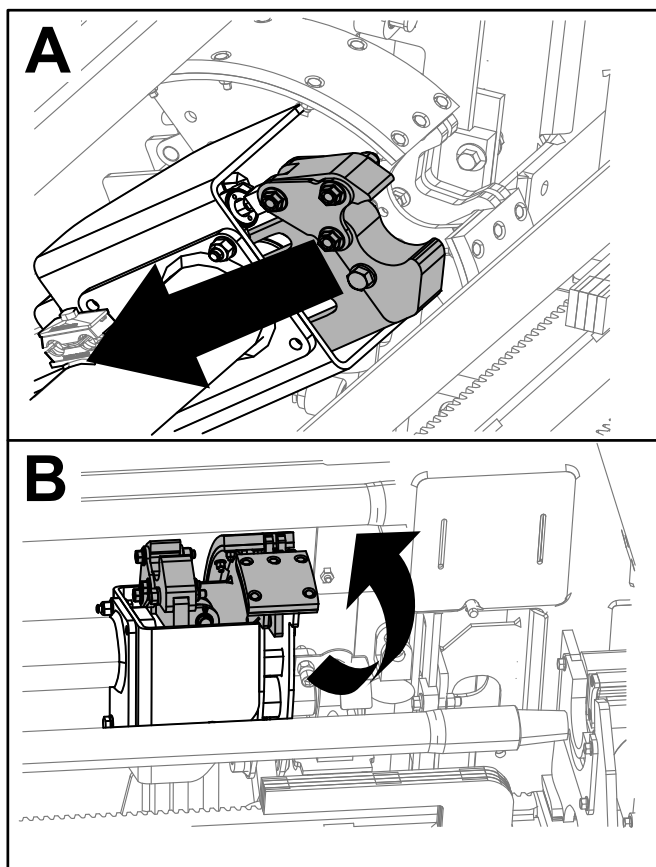

Figura 39
11. Mantenga pulsada la sección inferior del interruptor basculante (**Figura 38**) hasta que los brazos se retraigan y el conjunto de leva vuelva a su posición de reposo (fila 3) (**Figura 39**).